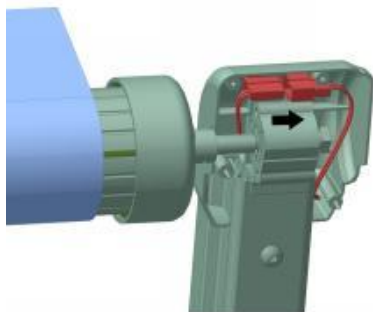
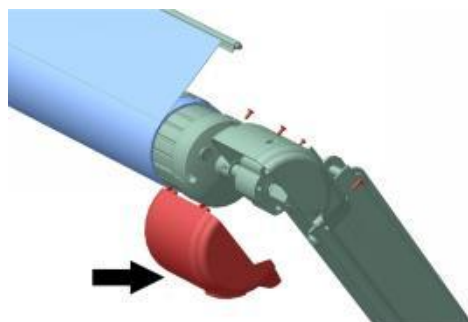

Figura D15
Figura D16
3.7.1 Coloque la cubierta decorativa en la parte superior del brazo plegable del lado del motor (Figura D15), conecte el cableado del motor y vuelva a instalar la cubierta decorativa (Figura D16).